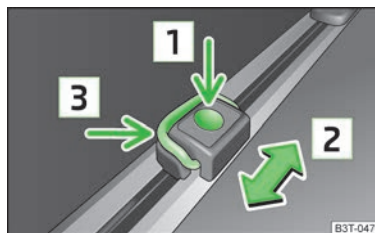

Fig. 77 Argollas de sujeción desplazables
- Pulsar la tecla **[1]** » fig. 77 y mover las argollas de sujeción hasta la posición deseada en el sentido de la flecha **[2]**.
- Plegar hacia arriba el estribo **[3]** » fig. 77 y, p.ej. colocar la red de retención.